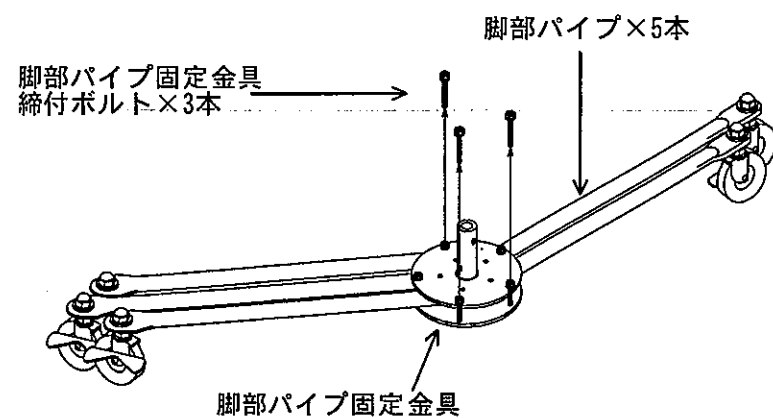
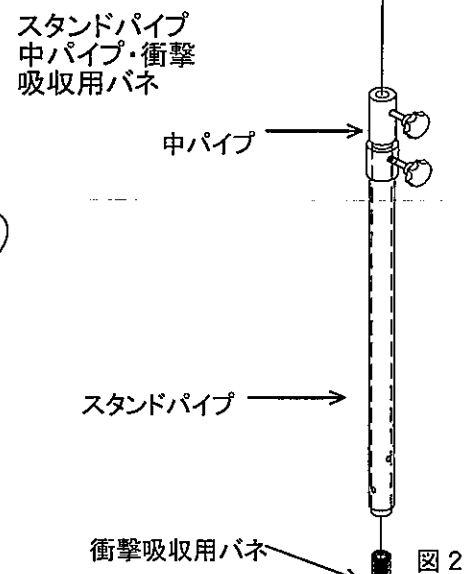

図1
図2
- ・ 本器具は、5脚スタンド脚部・スタンドパイプ・中パイプ・衝撃吸収用バネの部材で構成されています。(各部材を確認してください)図1・図2